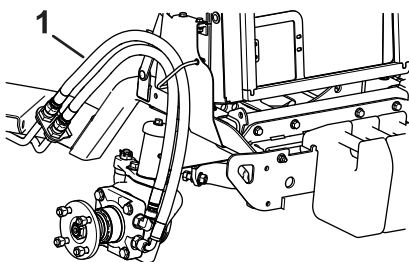

Figur 14
12. Lossa skruvarna på sidan av kylaren (Figur 14).
13. Skjut in fästeanordningen för det vänstra kylarskyddet under skruvhuvudena på kylaren och stötfångarfästet (Figur 14).